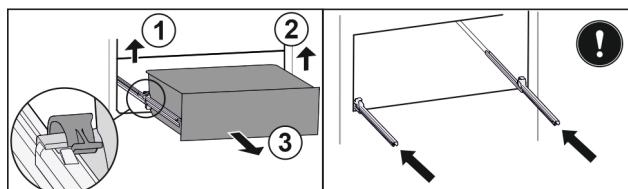

Fig. 165
- 提起左侧夹子，同时将抽屉左侧向前拉。Fig. 165 (1)
- 提起右侧夹子，同时将抽屉右侧向前拉。Fig. 165 (2)
- 朝前取出抽屉。Fig. 165 (3)